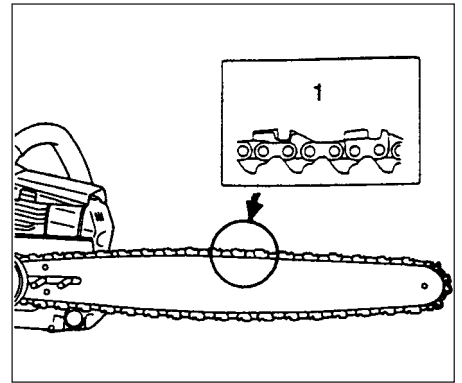

Fig.1-2
2. Bekræft, at savkædens retning (1) er korrekt som på figuren, og ret kæden ind på kædehjulet (Fig. 1-2)